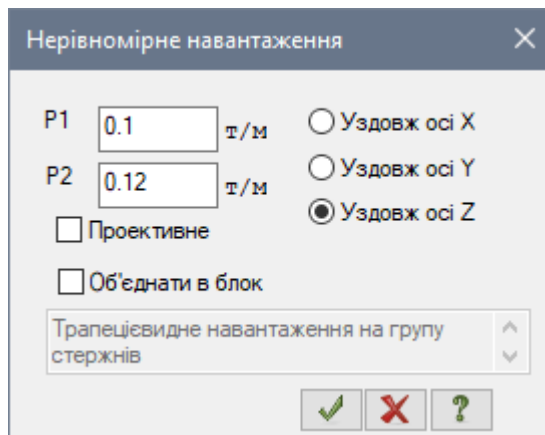

Рис. 5.21. Діалогове вікно Нерівномірне навантаження
- В діалоговому вікні **Задання навантажень** натиснувши на кнопку трапецієвидного навантаження на групу стержнів відкрийте діалогове вікно **Нерівномірне навантаження** (рис. 5.21).